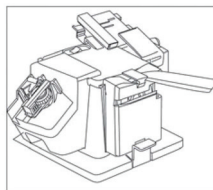

Рис. 4
6.3.3 Удерживая ручку ножа как можно ближе к себе (Рис. 4), вставьте ближайшую к ручке часть лезвия в щель заточки ножей 16 (Рис. 1).